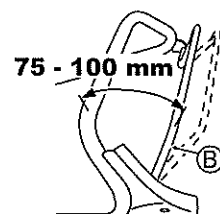

Fig. 26.
Réglez de telle façon que la machine fonctionne (l'embrayage s'engage) lorsque la distance entre le Levier d'embrayage (B) et la poignée est de 75 - 100 mm ainsi qu'illustré dans la Fig. 26.